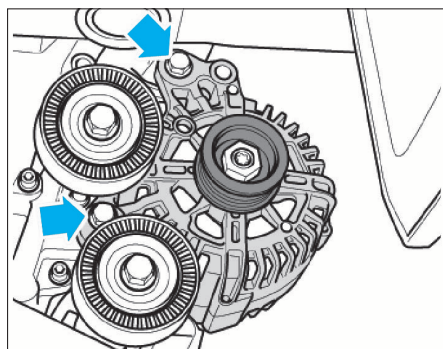

FIG. 9
- Déposer l'alternateur (Fig.9).